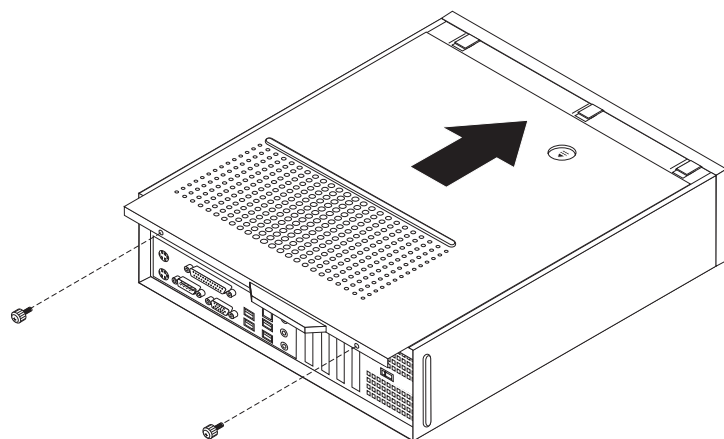

Рисунок 39. Установка кожуха
5. Установите на место кожух компьютера и присоедините шнур питания. Смотрите рис. 39 на стр. 37.